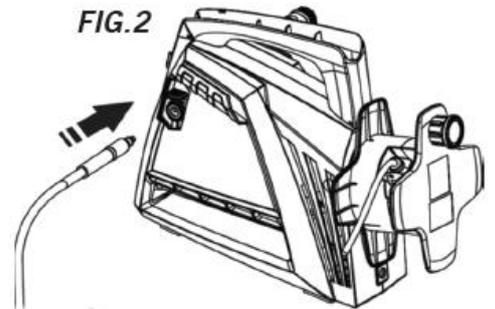

FIG.2
3. Ligue uma extremidade da mangueira de alta pressão (9) ao aparelho (Fig. 2) e encaixe-a. Ligue a outra extremidade à pistola de pulverização (7) e encaixe-a (Fig. 3).